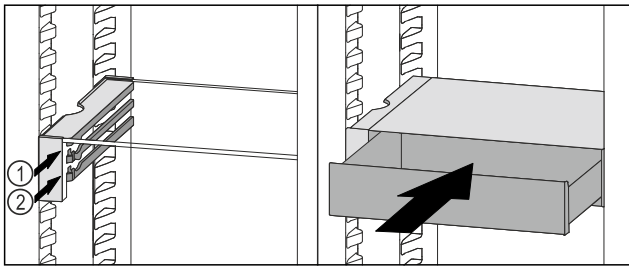

Fig. 182
- VarioSafe-Schubfach hinter den Stoppern auf gewünschter Rippe Fig. 182 (1) oder Fig. 182 (2) aufsetzen.